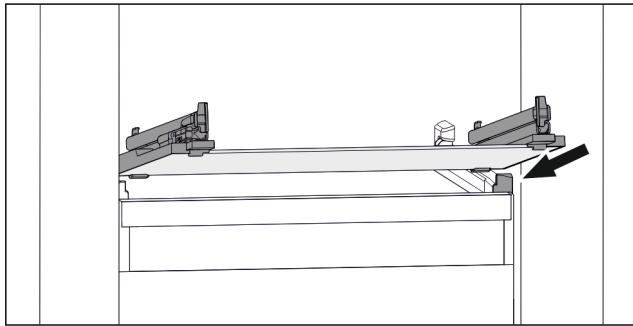

Fig. 100 玻璃隔板例图
- ▶ 将玻璃隔板斜放在止动器后面。 (参见 Fig. 100)